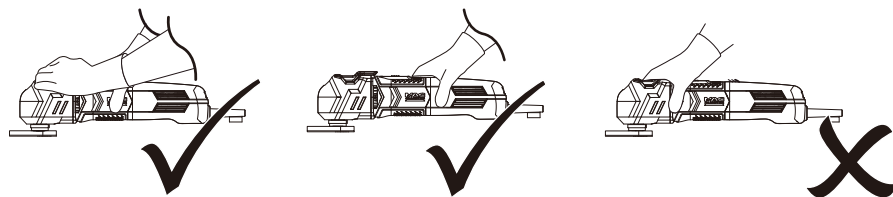

Fig. 15
- > Sujete el producto firmemente por su superficie de agarre (3) durante el funcionamiento. No cubra los orificios de ventilación (Fig. 15).